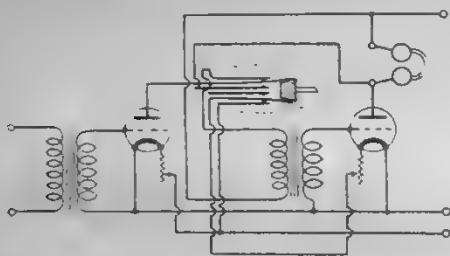
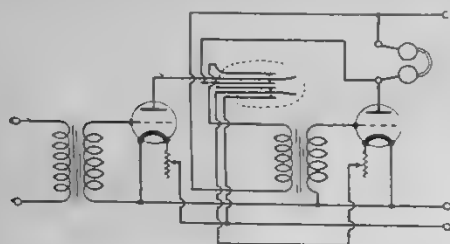

Рис. 9. Джек в схеме усилителя низкой частоты. При нажатом джеке работают обе лампы, телефон включен в анод второй лампы.
Рис. 10. Джек в схеме усилителя низкой частоты. При нажатом джеке работает одна лампа. Накал второй лампы выключен. Телефон — в цепи анода первой лампы.
2. Включение и выключение каскада низкой частоты на трансформаторе (рис. 9 и 10). При положении рис. 9 (джек свободен) 2-я лампа не работает, телефон включен в анодную цепь первой лампы, первичная обмотка трансформатора из анодной цепи первой лампы выключена. Нажимая джек (положение на рис. 10), мы включаем накал 2-й лампы, телефон оказывается в аноде 2-й лампы, и в анод 1-й лампы.
мы выключается первичная обмотка междулампового трансформатора. Другими словами, при положении рис. 9 работает только первая лампа и при положении рис. 10 работают обе лампы. Такой же способ переключения будет, если поставить джек после детекторной лампы.